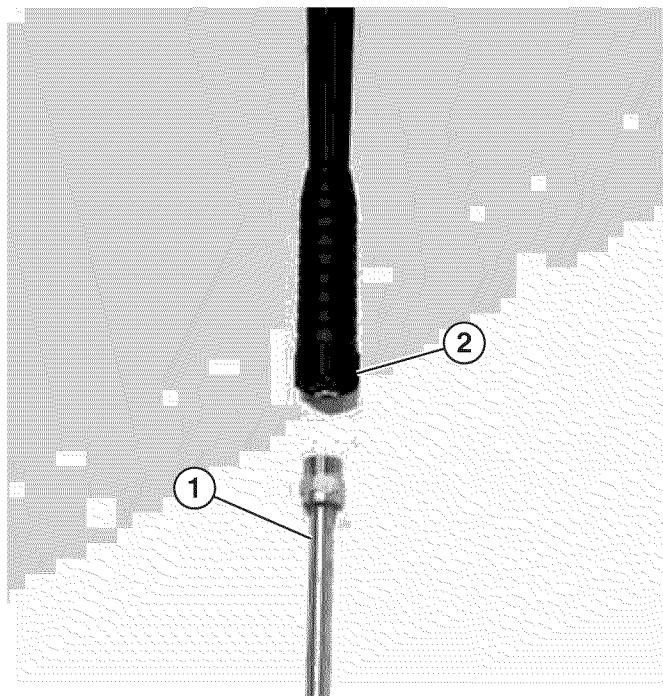

Figura 11 – Conexión de varilla pulverizadora
10. Conecte la varilla a la pistola atomizadora y gire el casquillo en sentido contrario a las agujas del reloj (ver Figura 11). No apriete demasiado El accesorio sólo se debe ajustar a mano.